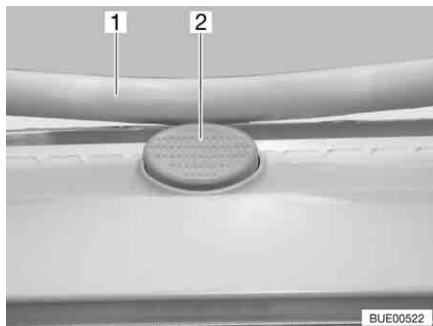

Fig. 18 Bottone di sicurezza sull'oblò inclinabile
- Premere il bottone di sicurezza (Fig. 18,2) e tirare verso il basso la staffa (Fig. 18,1) con entrambe le mani.
- Premere la staffa verso l'alto con ambedue le mani, finché la staffa non poggia al di sopra del bottone di sicurezza (Fig. 18,2).